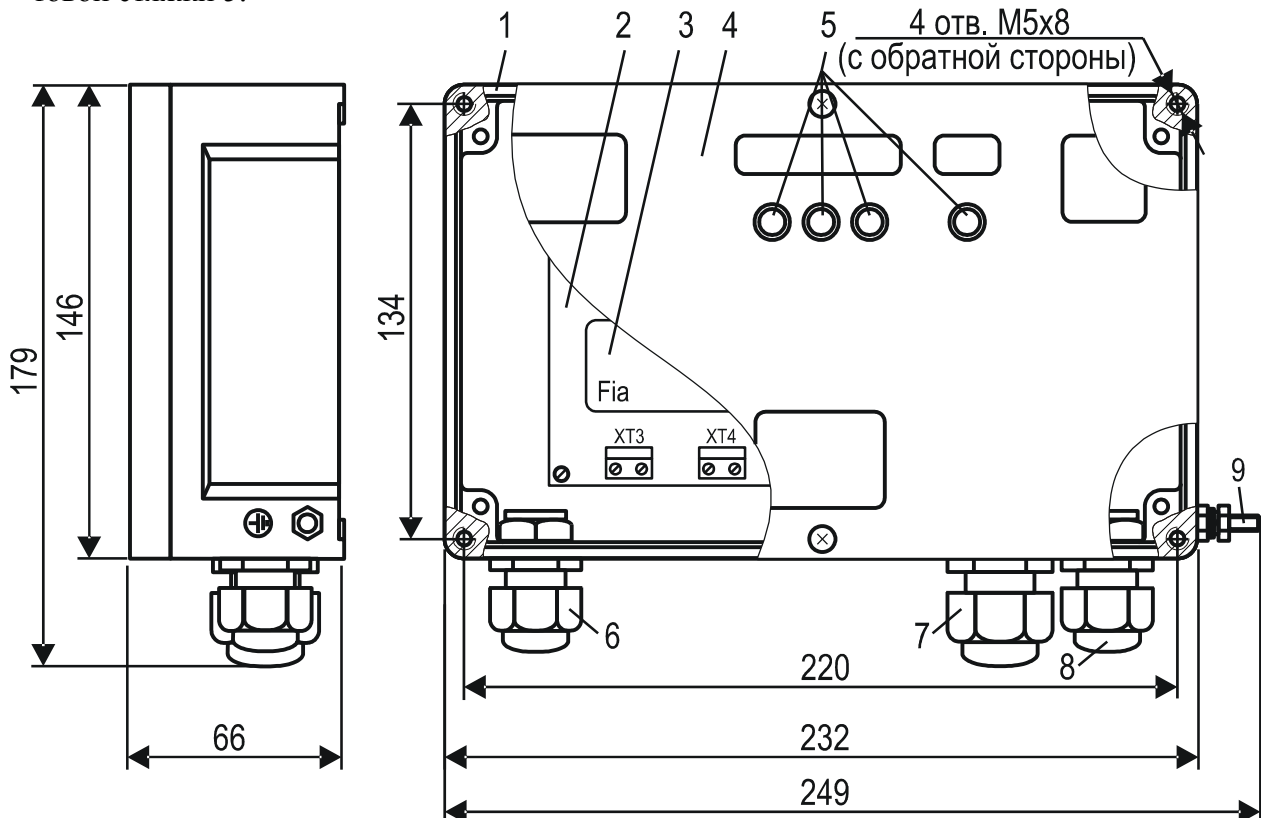

Рисунок 1 - Внешний вид, габаритные и присоединительные размеры вторичного преобразователя
3.1 Вторичный преобразователь (рисунок 1) состоит из корпуса 1, крышки 4, и электронного модуля 2. Для подключения заземляющего проводника служит зажим заземления 9 (зажим ЗШ-С-5х25-1 ГОСТ 21130-75), снабженный знаком “ \perp ”. На крышке располо-